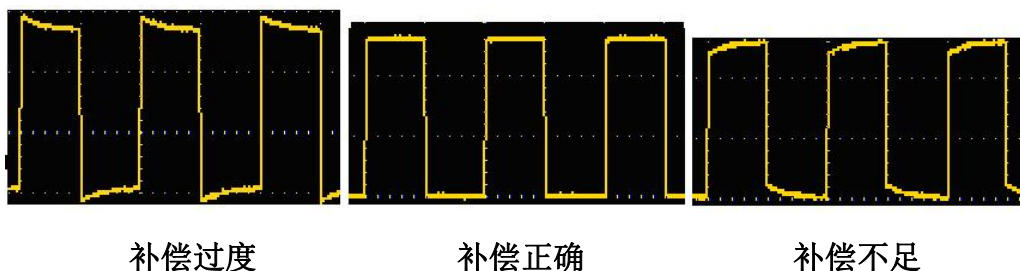

图 3-5：探头补偿显示波形
- 2、 检查所显示的波形，调节探头，直到补偿正确。见图 3-5，图 3-6。